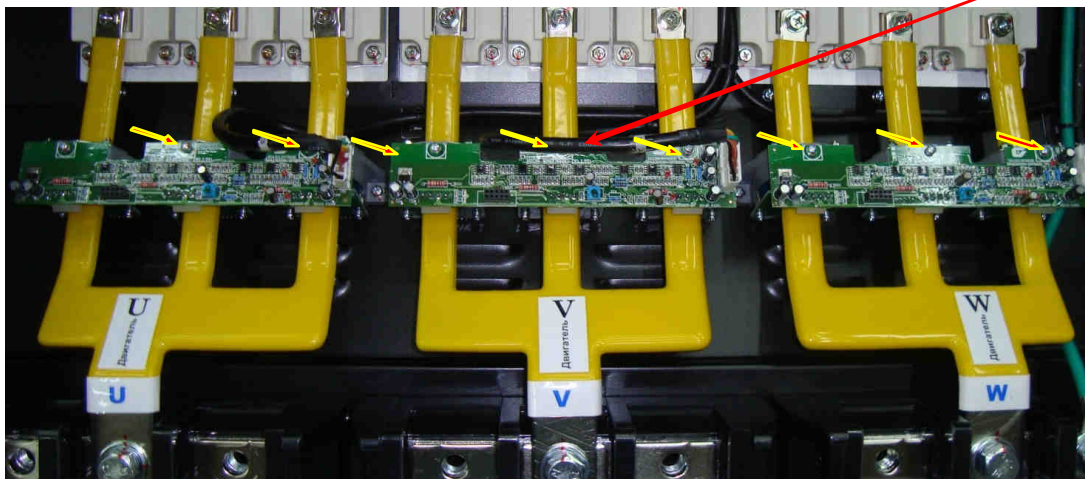

Рис. 6.13.
6.9.3. Отсоединить три разъема жгутов (CN1) от плат датчиков тока. Выкрутить 9 винтов крепления плат датчиков тока. Снять три платы датчиков тока, осторожно отсоединив 3 разъема каждой платы от ответных разъемов датчиков (рис. 6.13). Платы и винты положить в тару.